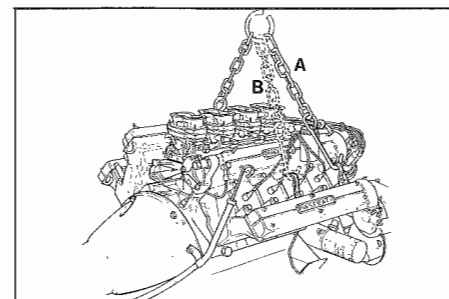
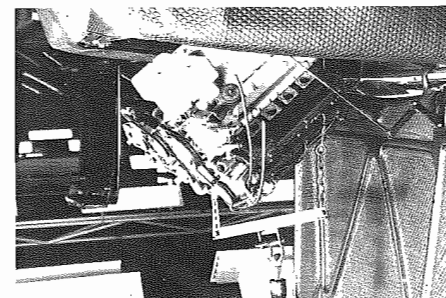

Fig. 56 - Sollevare il motore - Lifting the engine
Fig. 57 - Sollevare il motore - Lifting the engine
- Utilizzando gli appositi cavallotti presenti sulle teste cilindri (**Fig. 56**)*, sollevare il motore come mostrato in **Fig. 57**.
- Using the proper U bolts on cylinder head (**Fig. 56**)* lift engine as shown in **Fig. 57**.